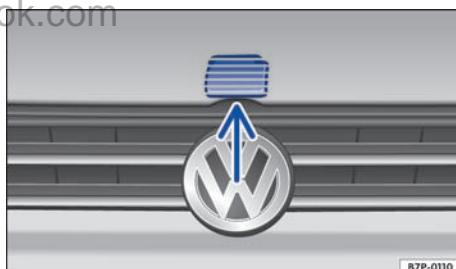

图 231 散热器格栅中的发动机舱盖开启拉手
- 按压开启拉手 **⇒ 图 231**（箭头），抬起并完全打开发动机舱盖。发动机舱盖于是被充气支撑杆固定住。